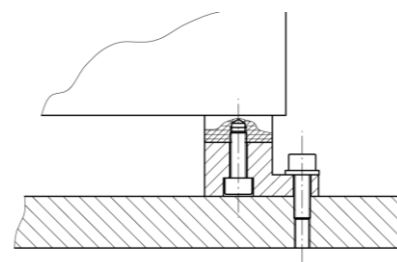

Figure 4
- WV avec plateau de base et pied support de montage (reg. Figure 4)